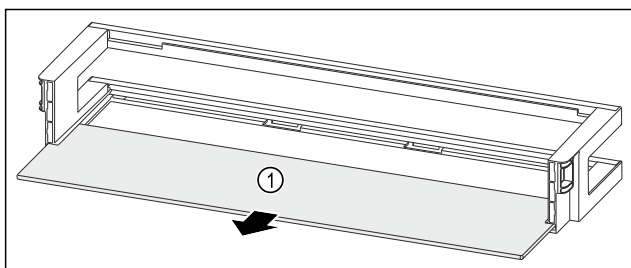

Fig. 64 Polica u vratima s policom za odlaganje
- Izvadite policu Fig. 64 (1).